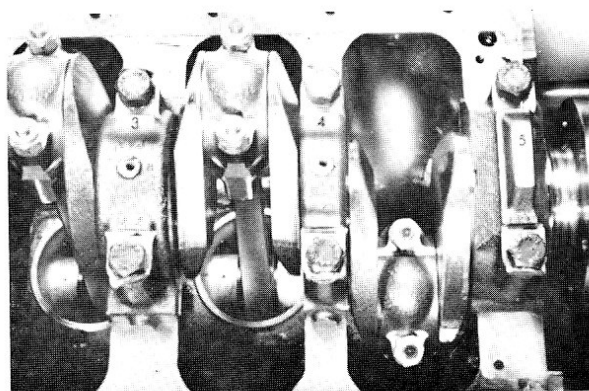

Fig. 25
**Nota.** — Les chapeaux de palier devront être remontés à leur position initiale (fig. 25). Examiner le bon état des filets des vis de chapeau de palier.